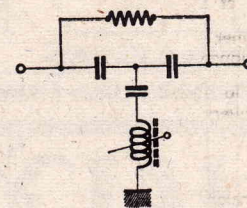

Fig. 5
2. Ce circuit F.I. ne peut évidemment prétendre donner la réjection nécessaire sur la fréquence son du canal adjacent inférieur (31,2 MHz). Il est alors possible d'insérer au point C un réjecteur (voir fig. 5).